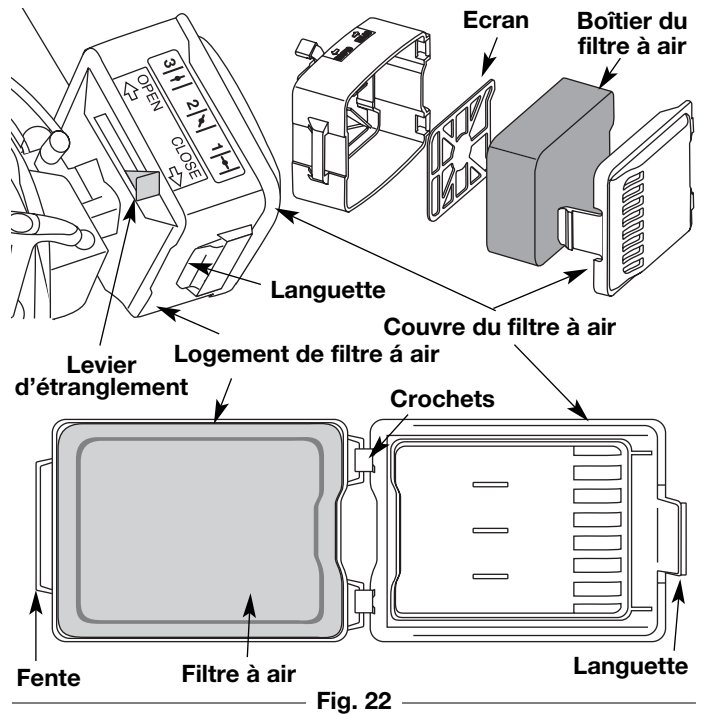

Fig. 22
1. Ouvrez le couvercle du filtre à air. Enfoncez la languette située à gauche du couvercle, tirez celui-ci vers vous pour le dégager du boîtier du filtre à air (Fig. 22).
2. Retirez le filtre à air et l'écran derrière lui (Fig. 22).
6. Remplacez le filtre et l'écran (Fig. 22).
gauche du filtre à air dans les fentes situées à gauche du boîtier du filtre à air (Fig. 22).
- Pivotez le couvercle vers la droite jusqu'à ce que la languette du couvercle du filtre s'enfonce d'un déclic dans la fente sur le côté droit du boîtier du filtre (Fig. 22).